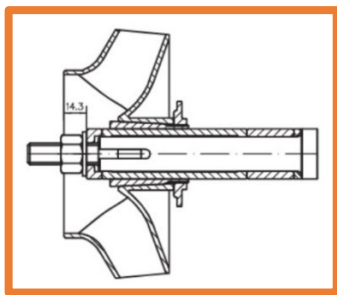

Рис. 6.
✓ Установите втулку вала крыльчатки, крыльчатку, закрепите гайку крыльчатки, убедитесь, что размер составляет 14,3 [для МТ (F)120&150] или 25,5 [для МТ (F) 1200], как показано на рис. 6;